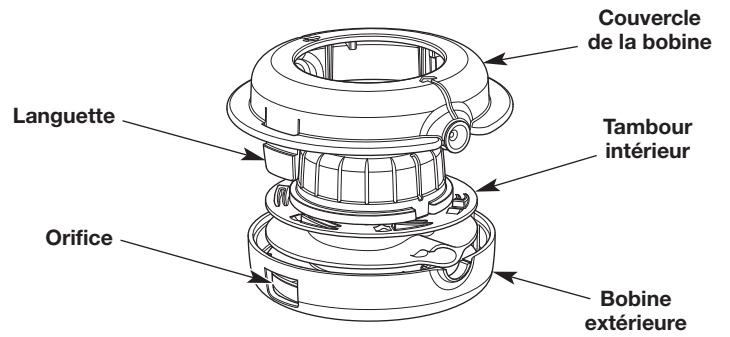

Fig. 20
1. Appuyez fermement sur les languettes de la tête de coupe (Fig. 20).
2. Enlevez le couvercle de la bobine (Fig. 20).
4. Utilisez un chiffon propre pour nettoyer le tambour intérieur, la bobine extérieure et le couvercle de la bobine (Fig. 20).
5. Alignez les languettes sur le couvercle de la bobine avec les orifices de la bobine extérieure (Fig. 20). Poussez le couvercle de la bobine sur la bobine extérieure jusqu'à ce que les languettes de sécurité s'enclenchent dans les orifices.